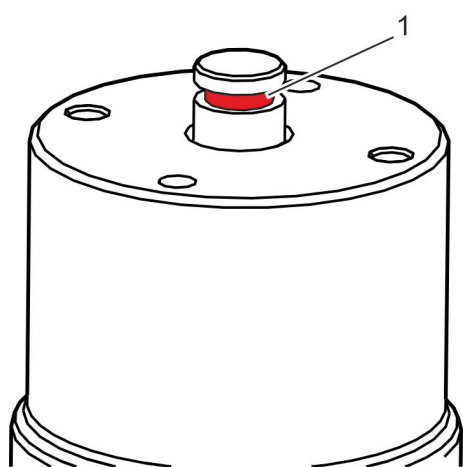

Fig. 33 : Encoche sur le corps de guidage
1. ➔ Insérer deux tournevis plats face à face dans l'encoche (Fig. 33 /1) du corps de guidage.